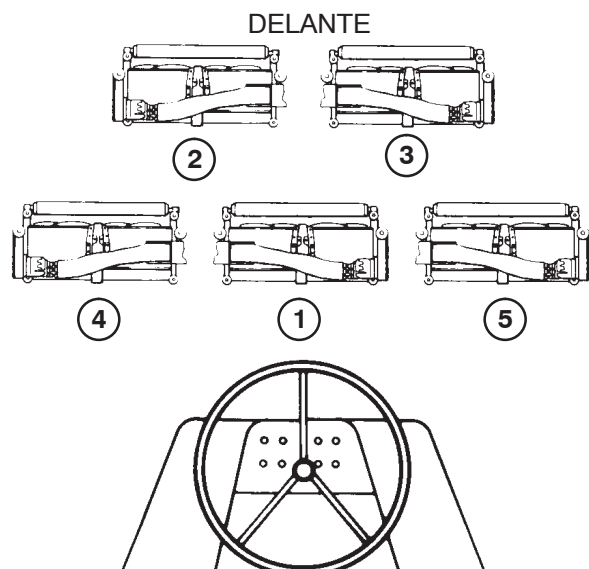

Figura 1
1. Consulte la figura 1 y disponga las cinco unidades de corte en el suelo, delante de la máquina. Coloque tres unidades de corte a derechas (las tres iguales) como números 1, 3 y 5. Coloque también las unidades de corte a izquierdas 2 y 4 (ambos son iguales).